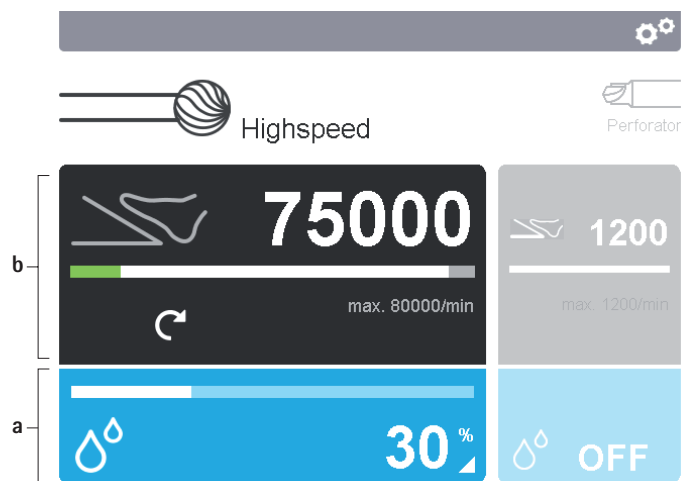

Abb. 5 Bedienfelder aktivieren
- ▶ Einstellparameter Anwendungsteil ändern: Anwendungsteil-Bedienfeld **b** im Display **2** betätigen, siehe Abb. 5.